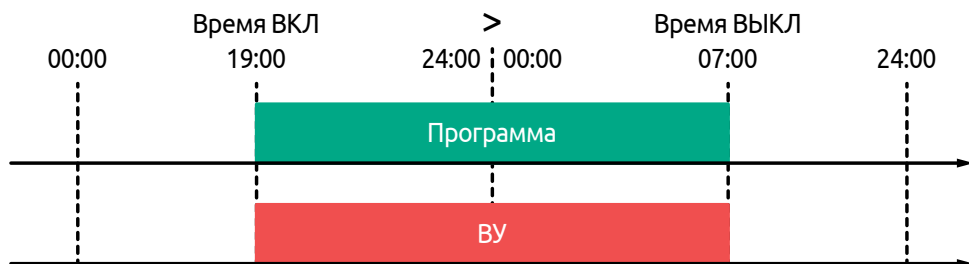

Рисунок 13 - Выполнение программы с переходом на следующие сутки
- если **Время ВКЛ > Время ВЫКЛ**, то программа отработает включение ВУ с переходом на следующие сутки (см. рисунок 13).
- программа обработает включение ВУ с переходом на следующие сутки (см. рисунок 13).